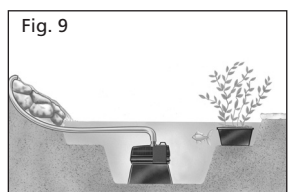

Fig. 9
**Pompa tylko do wodospadu** (przykładową instalację pokazano na rys. 9)